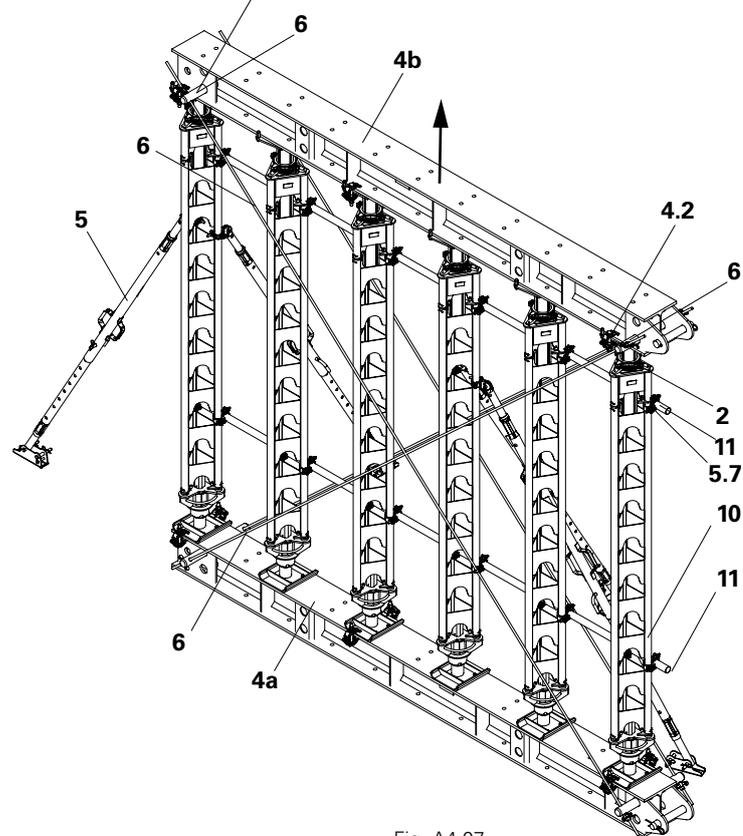

Fig. A4.07
1. Fixer les étais tirant-poussant (5) comme aide au démontage. (Fig. A4.07)